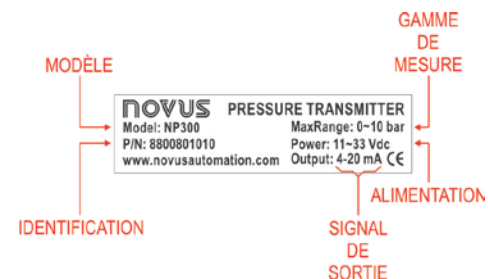

Fig. 01 – Identification de le transmetteur
**Fig. 01** montrer la fourniture des informations d'identification prévu sur le corps de le transmetteur.